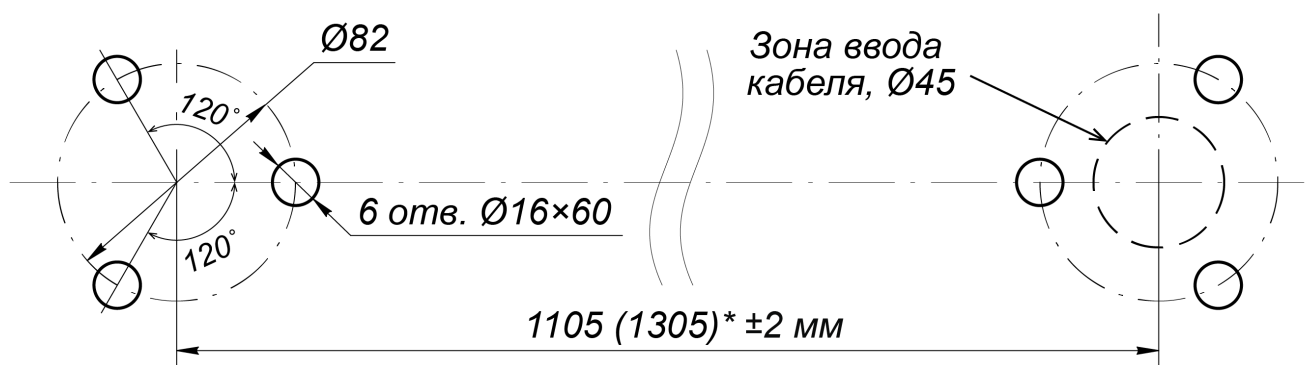

Рисунок 18. Схема разметки отверстий для установки поворотной секции ограждения с электромагнитным УБ¹
2. Разметьте и просверлите отверстия на установочной поверхности под анкеры М10 в соответствии со схемой разметки (см. рис. 18). Сначала размечаются центры установки стоек секции ограждения, затем от них размечаются точки крепления стоек, допускается использование в качестве шаблона непосредственно самих фланцев стоек.
3. Подготовьте в полу кабельный канал для проводов цепи питания и управления (зона ввода кабеля – см. рис. 18) и протяните кабели к месту установки.